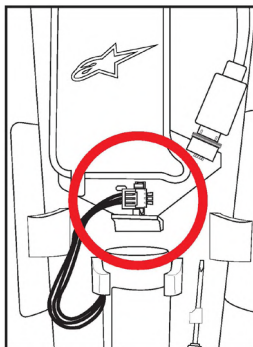

图 18: 系统电池 (14) 连接器的位置
用户应注意，气体充气枪 (15) 属于烟火装置。根据欧洲烟火指令 (2013/29/EU)，只要将电池 (14) 与电子控制单元 (6) 实际断开，就可以安全运输。要断开蓄电池 (14) 的连接，用户必须打开安全气囊控制单元 (6)，将蓄电池 (14) 从电子控制单元 (16) 的连接器上断开，如图 18 所示。